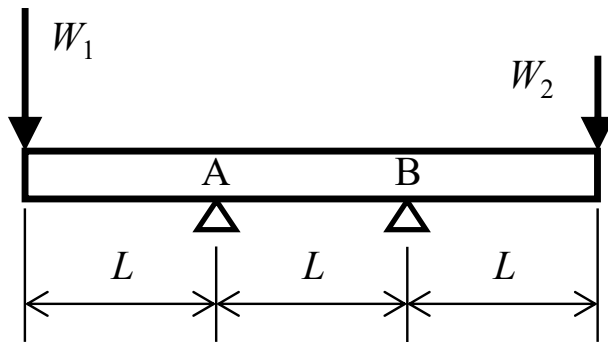

図 5
4. 図 5 に示されるように、全長 $3L$ のはりが両端から距離 L 離れた 2 点 A および B で支持されており、両端に集中荷重 W_1 と W_2 が作用している。